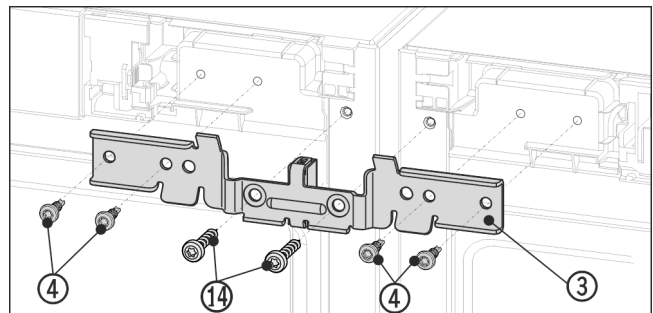

Fig. 12 Beispielhafte Darstellung
► Winkel Fig. 12 (3) mit dem Distanzstück zwischen die Geräte und auf die Zapfen schieben. Den Winkel mit vier Schrauben Fig. 12 (4) und den zuvor herausgeschraubten Erdungsschrauben Fig. 12 (14) abwechselnd rechts und links lose anschrauben.